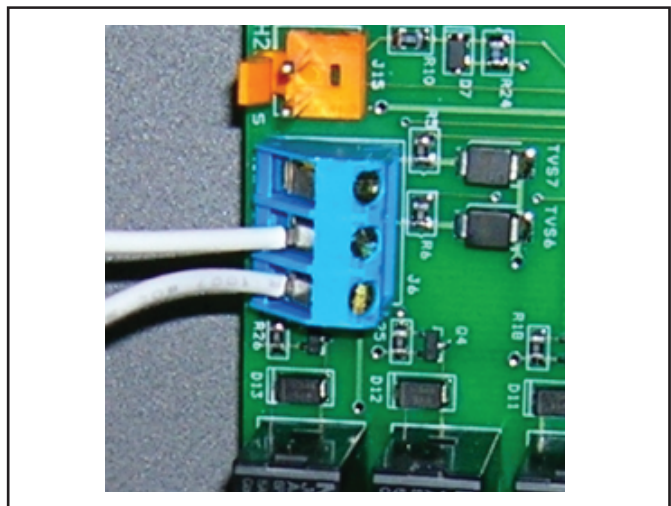

Figure 12b. Connexion à AquaLink® RS ou TSTAT à distance (Connexion à 2 fils)
4. Connecter le câblage depuis le système de commande de la piscine et du spa jusqu'à la borne de la télécommande de la thermopompe (Voir Figure 12b).